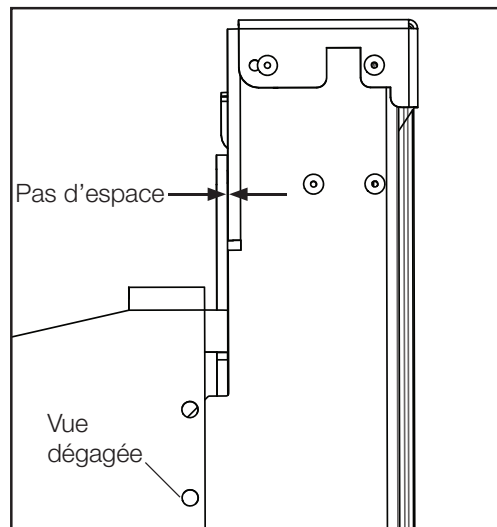

Fig. 8
8. Les trous des supports de fixation du GGA-1 doivent être alignés avec les trous de vis des supports coulissants du GGA-1 pour que la vue soit dégagée (**Fig. 8**). Habituellement, il faut soulever le GGA-1 des deux côtés à l'aide des vis de réglage vertical. Habituellement, un soulèvement du GGA-1 d'environ 1/8 po procure un montage préliminaire optimal (**Fig. 9**). Répétez sur l'autre fin du GGA-1.